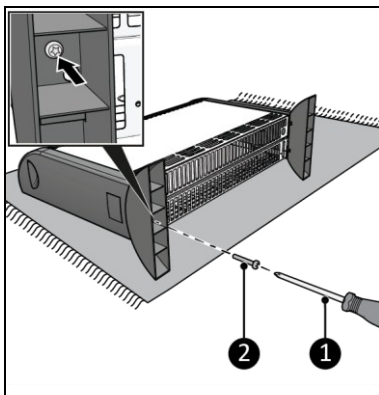

Figura 5
4. Înșurubați și strângeți soclurile cu șuruburile auto-filetante (Figura 5, poz. 2), cu o șurubelniță Phillips (Figura 5, poz. 1).